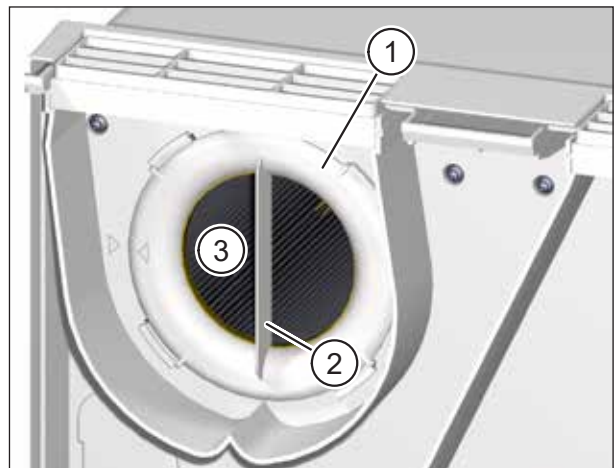

Abb. 20: Abluftfilter entfernen
- ▶ Drehen Sie den Filterring (Pos. 1 in Abb. 20) an der Griffleiste (Pos. 2 in Abb. 20) gegen den Uhrzeigersinn, bis sich der Filterring aus den Halterungen gelöst hat.
- ▶ Ziehen Sie den Filterring zusammen mit dem Abluftfilter (Pos. 3 in Abb. 20) aus dem Lüftungsgerät heraus.
- ▶ Kontrollieren Sie die Position des Filterrings. Die Griffleiste muss senkrecht stehen und der Pfeil auf dem Filterring muss mit dem Pfeil der Arretierposition fluchten (siehe Abb. 20 auf Seite 37).